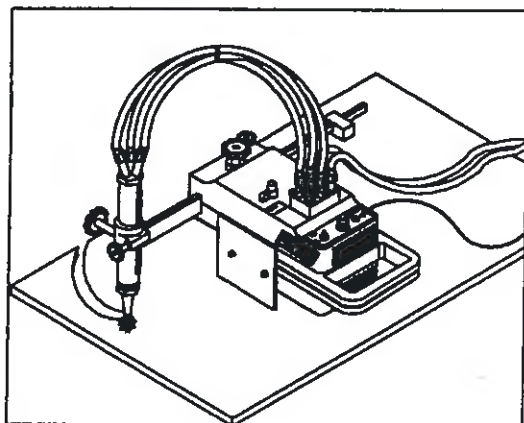

fig.6
4.1) Montez l'ensemble barre de rayon comme indiqué sur la figure 6. Si des cercles de petit diamètre doivent être coupés, le chalumeau doit être monté du même côté de la machine que la barre de rayon.